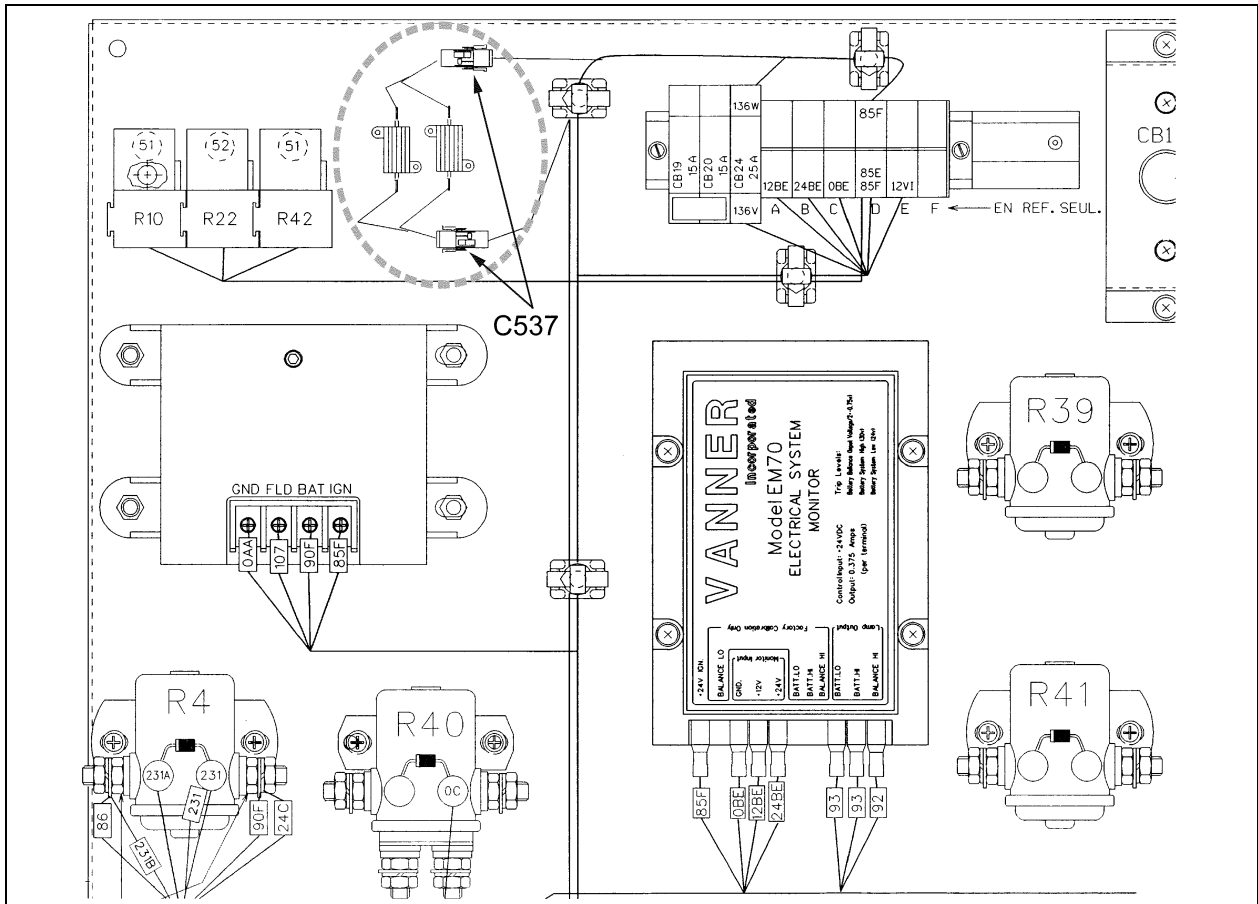

Figure 3 : Montage final des résistances dans le compartiment principal d'alimentation applicable aux véhicules H3, du W2219 jusqu'au X2809.
3. Percer deux trous de passage de 2-3 mm (3/32 po) de diamètre à l'aide d'une mèche « A » de telle façon que les résistances puissent être fixées à l'endroit illustré à la figure 3 ;
5. Brancher les résistances aux connecteurs C537 tel qu'illustré à la figure 3.